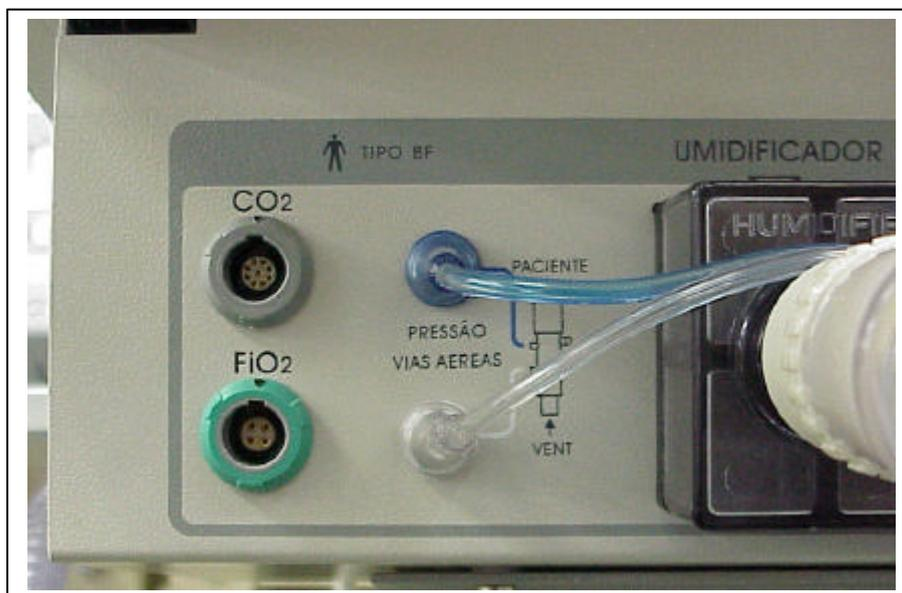
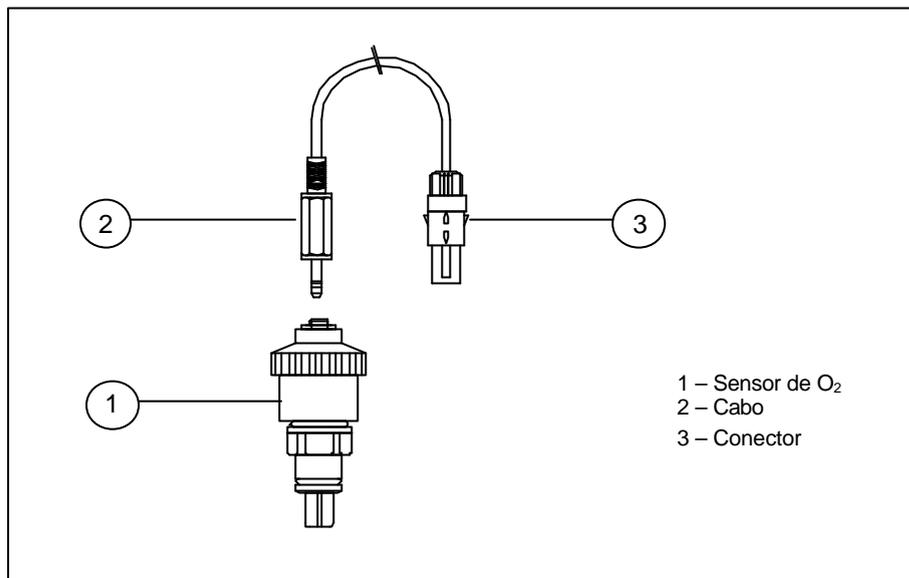

Figura 6.6. Conexão dos tubos do sensor de fluxo no Servoventilador Carmel.
Figura 6.7. Analisador de Oxigênio.
- c) Interligar o conector do cabo do sensor de O₂ (Figura 6.7) ao seu respectivo alojamento localizado no painel frontal de conexões do Servoventilador Carmel (figura 6.6). Conectar então o sensor de O₂ (devidamente limpo ou esterilizado) na outra extremidade deste cabo.